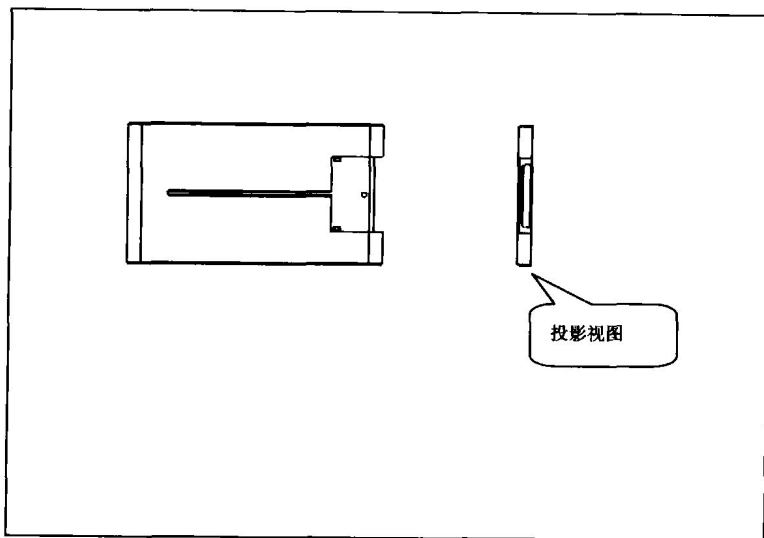

图 1-36
- ⇒ [选择菜单“Insert (插入) → Drawing View”命令, 或单击  按钮, 在 Menu Manager (菜单管理器) 中选择“Projection (投影) → Full View (全视图) → No Xsec (无剖截面) → No Scale (无比例) → Done (完成)”。在新创建的第 1 个视图 (TOP 视图) 右边的适当位置单击, 确定投影视图的放置中心, 完成投影视图 (TOP 视图的右视图), 如图 1-36 所示。]